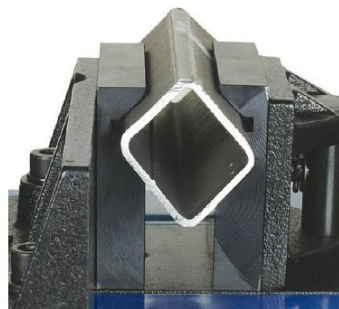

Fig. 6: Falca prismatică
- menține profilele dreptunghiulare într-o poziție înclinată, astfel încât discul de ferăstrău să poată pătrunde mai ușor în piesa de prelucrat și să poată ieși din aceasta. În caz contrar, discul de ferăstrău ar tăia peretele lateral mai lat în condiții de prelucrare mai dificile (fig. 6).